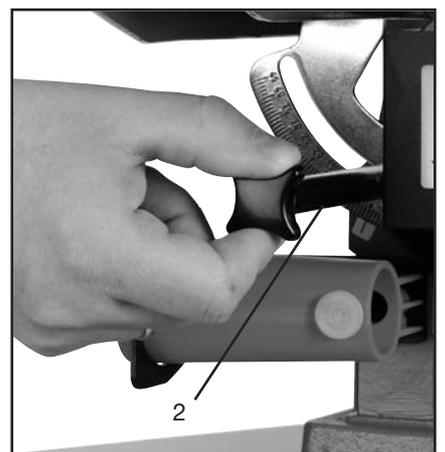

Abb. 11-1-2
- Drehen Sie die Kreuzgriffschraube (2) Abb. 11-1-2 ca. 1 Umdrehungen entgegen dem Uhrzeigersinn.